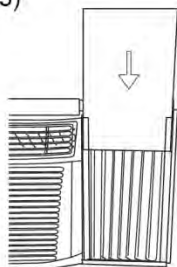

Fig.13
Étape 3. Glissez le panneau isolant R1 dans le rideau latéral, le côté avec le motif doit faire face au côté intérieur. (Fig. 13)